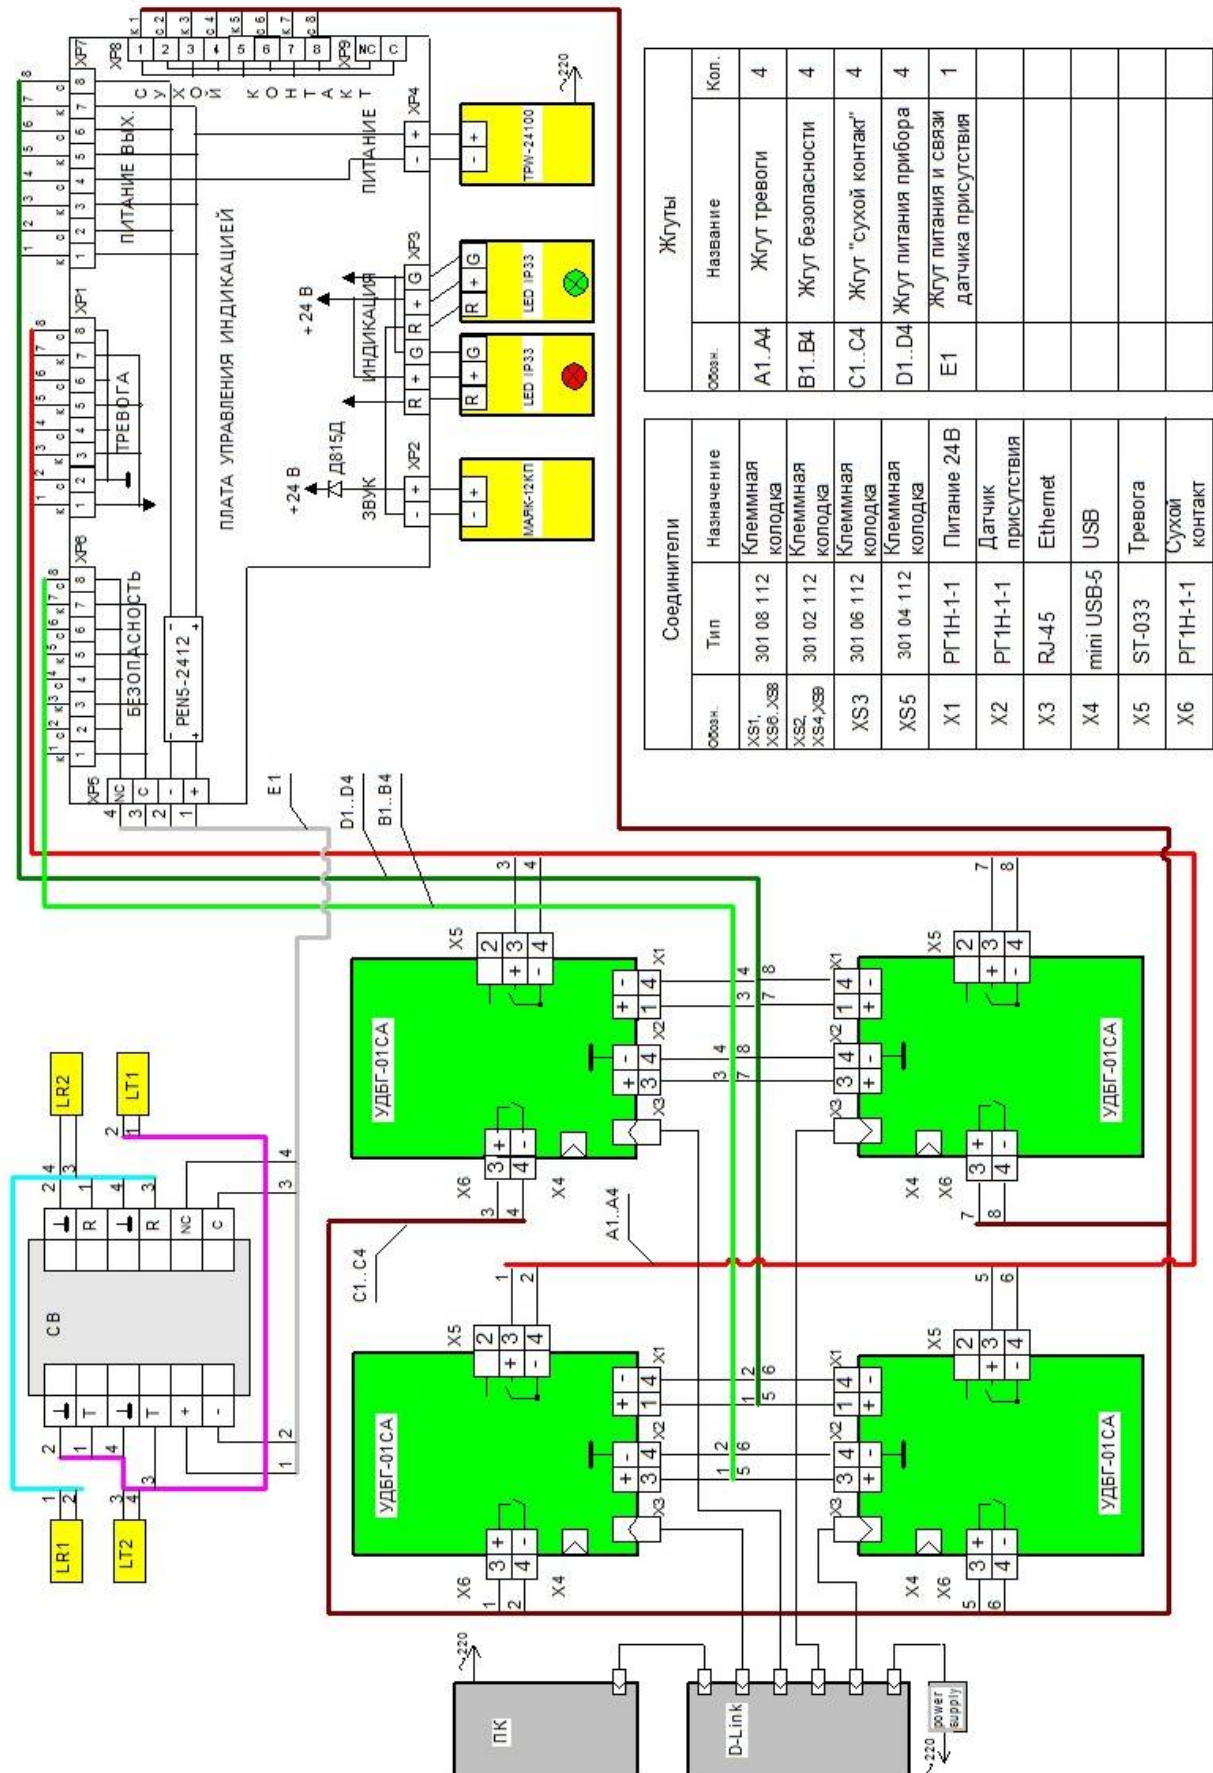

Рис. 11. Схема соединений КРКП-01СА
3.4.3 Для извлечения из архивной памяти прибора данных, отраженных в Журнале Тревог за прошлый период времени, кликните по кнопке «Журнал» внизу страницы «Мониторинг» (Рис.11).
Для продолжения работы закройте журнал тревог и вернитесь в режим мониторинга, кликнув по кнопке назад «» (Рис.11).